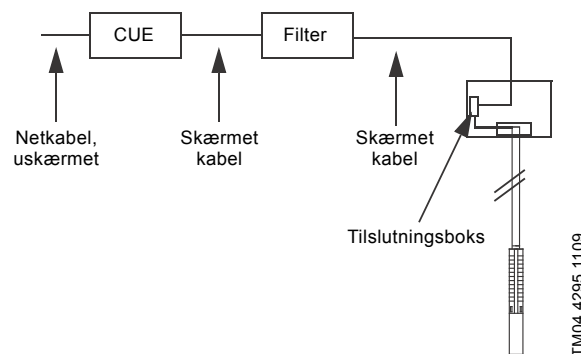

Fig. 24 Eksempel på installation på EMC-følsomme steder
- Installation på EMC-følsomme steder. Se fig. 24.